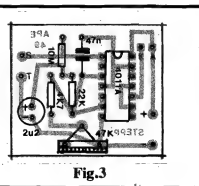

Fig.3
- FIG. 3 - "CHAPEADO" DA MONTAGEM - São poucos os componentes do circuito, o que simplifica muito a sua realização, prevenindo erros e confusões na placa... De qualquer modo, é bom sempre manter a atenção "a mil" na hora de posicionar componentes... O Integrado tem posição única e certa, com sua extremidade marcada ficando próxima às ilhas "K-A", enquanto que o capacitor eletrolítico tem terminais polarizados, devendo ser respeitada a indicação mostrada na figura... Cuidado também para não trocar as "bolas" quanto aos valores dos três resistores fixos (em função das posições que ocupam...). Conferir tudinho ao final é absolutamente necessário, antes de se cortar os "exces-